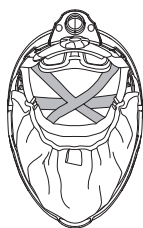

fig.1a
Paso 1: Ajuste la cinta superior a la longitud más cómoda según el tamaño de la cabeza del usuario (Ver la fig. 1a).